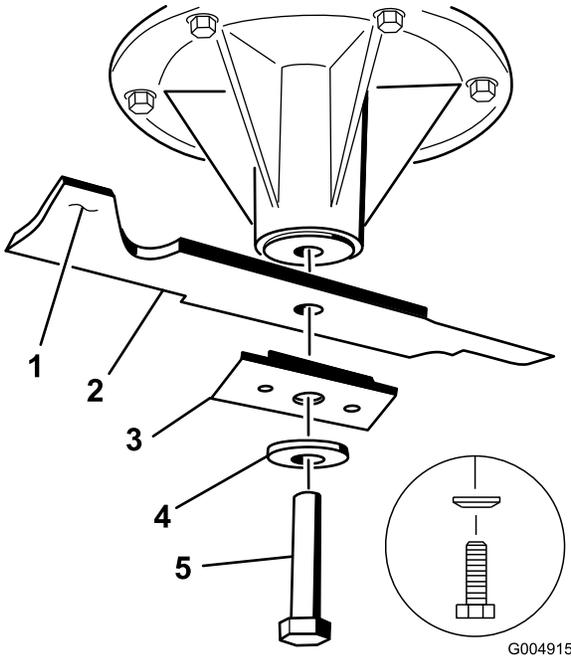

Figura 49
2. Retire del eje el perno de la cuchilla, la arandela curva, el refuerzo de la cuchilla y la cuchilla (Figura 49).
1. Instale la cuchilla en el eje (Figura 49).
**Importante:** La vela de la cuchilla debe apuntar hacia arriba y hacia el interior del cortacésped para asegurar un corte correcto (Figura 49).
2. Instale la cuchilla, el refuerzo, la arandela curva y el perno de la cuchilla (Figura 49).